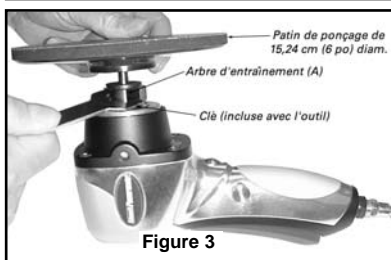

Figure 3
- Placez la clé (incluse avec la ponceuse) sur les parties plates de l'arbre d'entraînement (voir Figure 3).